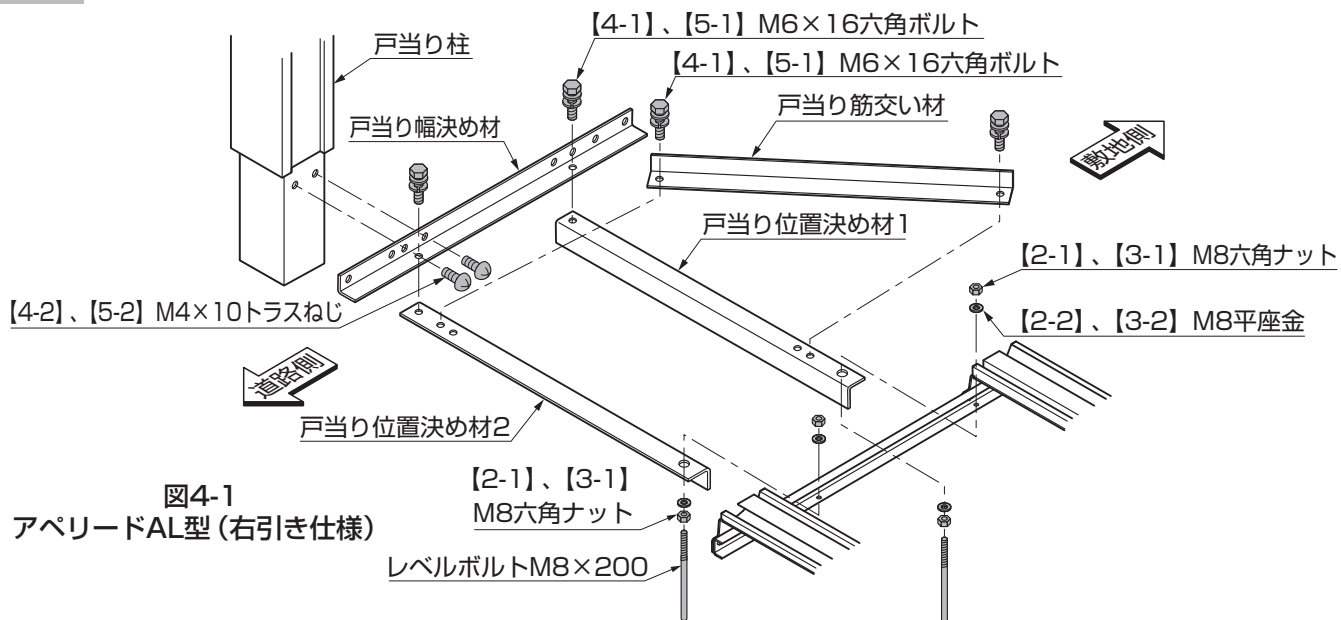

図4-1
- ①片引き仕様のレール戸当り端部にレベルボルト、[2-1] ([3-1])、[2-2] ([3-2])で戸当り位置決め材1、戸当り位置決め材2を取付けてください。(図4-1参照)
- ②戸当り筋交い材を図4-2、図4-3を参照して戸当り位置決め材に[4-1] ([5-1])で取付けてください。(図4-1参照)
- ③図4-4を参照して、戸当り幅決め材を戸当り位置決め材に[4-1] ([5-1])で取付けてください。(図4-1参照)
- ④戸当り柱を図4-4を参照して、戸当り幅決め材に[4-2] ([5-2])で取付けてください。(図4-1参照)